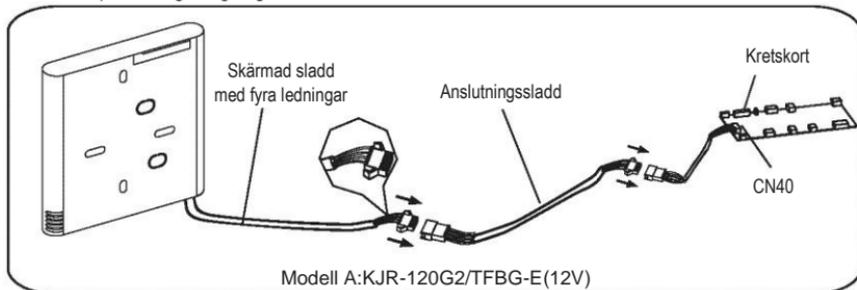

Fig. 3-3(A)
- Anslut honkabelskarven i sladdgruppen från kretskortet till hankabelskarven i anslutande sladdgrupper. (Se Fig. 3-3(A))